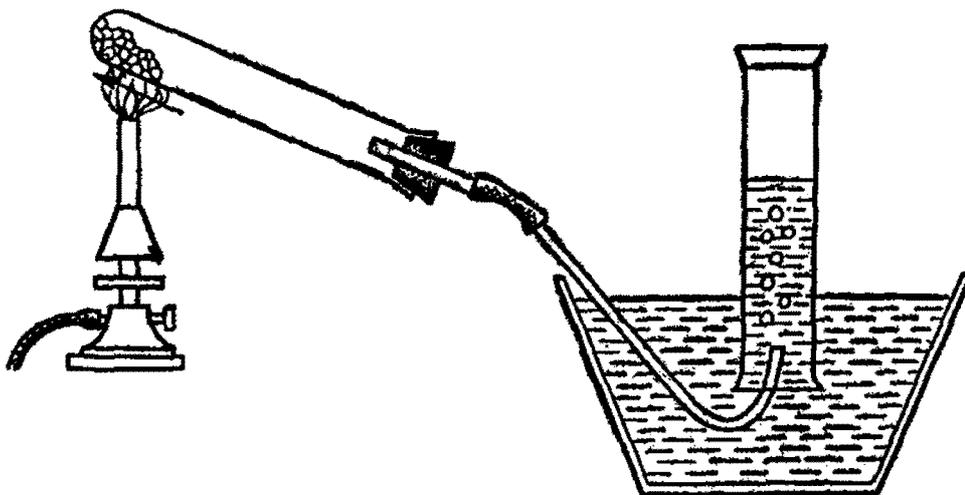

Рис.11. Прибор для получения метана. Стрелка указывает направление перемещения горелки по ходу опыта.
*Приборы и реактивы:* прибор (рис.11), смесь ацетата калия, натронной извести и гидроксида натрия.
*Выполнение опыта.* Пробирку прибора заполнить на  $\frac{1}{5}$  ее объема смесь ацетата калия1 и щелочей, закрыть пробкой с газоотводной трубкой, закрепить на штативе и начать нагревание, перемещая газовую горелку, как показано стрелкой на рис.11. Когда начнется выделение газа, последовательно пропустить его через пробирки с раствором перманганата калия и бромной водой. В заключение газ поджечь.